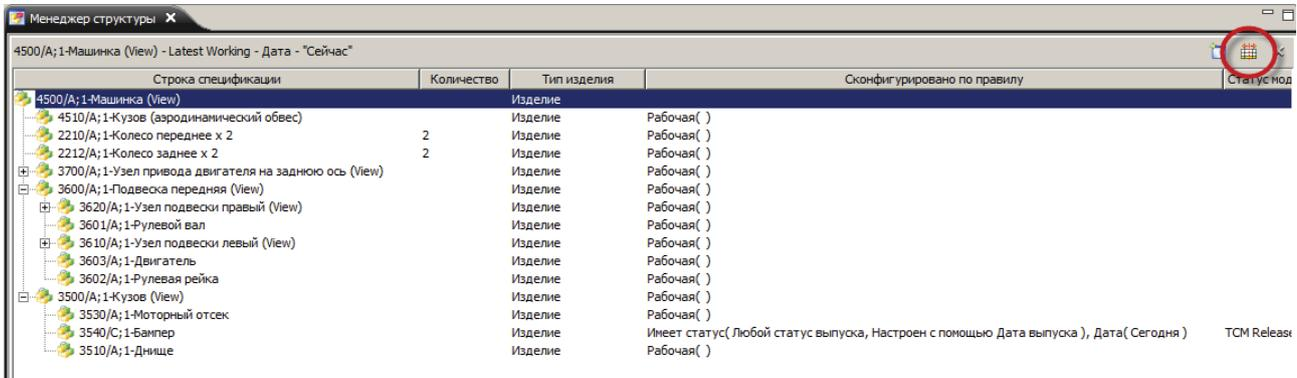

Рисунок 14.19
- нажать на кнопку **Разделить окно на две части**, расположенную в правой верхней части вида **Менеджер структуры**, чтобы окно поделилось на две части (рис. 14.19);